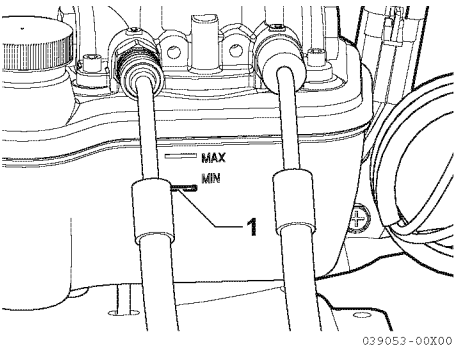

Figura 5
3. O nível do óleo está baixo se se situar abaixo da linha MIN (1, Figura 5) no depósito. Abasteça de acordo com as necessidades, com o fluido especificado. Ver Abastecer o fluido da bomba do sistema de compensação assistida na página 28.